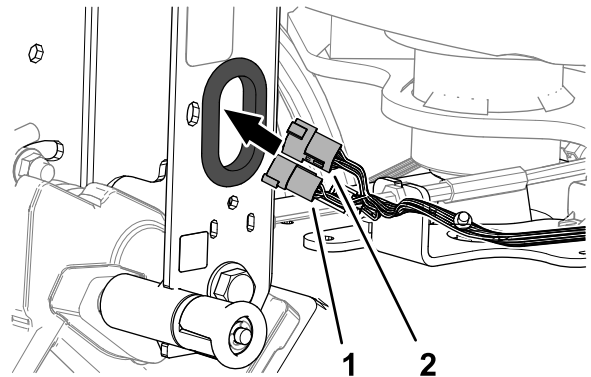

図 8
1. マシンのワイヤハーネスについている6ピンコネクタと12ピンコネクタを、ハンドルバーのチャンネル部材についているハトメに通す 図 8。